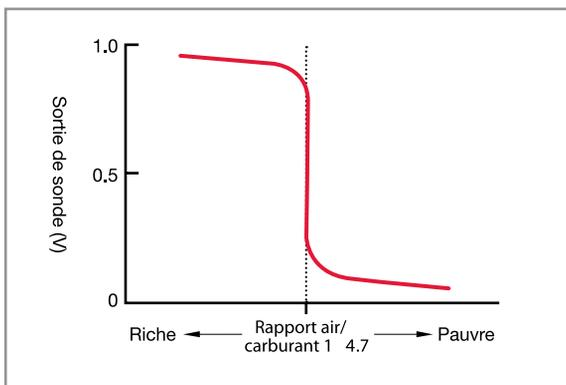

Fig. 6: Zirconia Sensor Output.
- > Une **Sonde au Zirconium** envoie une faible tension comprise entre 0 V et environ 0,8 V, commutant de basse à haute à environ Lambda 1 (Fig 6).